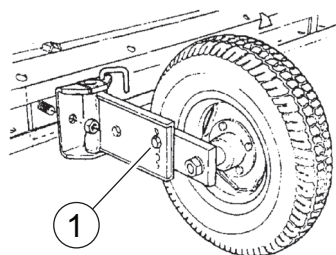

Fig.72
- Svitare la vite (1, "Fig.72").
- Avvitare la vite (1, "Fig.72").
- Unscrew the screw (1, "Fig.72").
- Tighten the screw (1, "Fig.72").
- Devisser la vis (1, "Fig.72").
- Visser la vis (1, "Fig.72").
- Abschrauben Sie die Schraube (1, "Fig.72").
- Ziehen Sie die Schraube (1, "Fig.72").